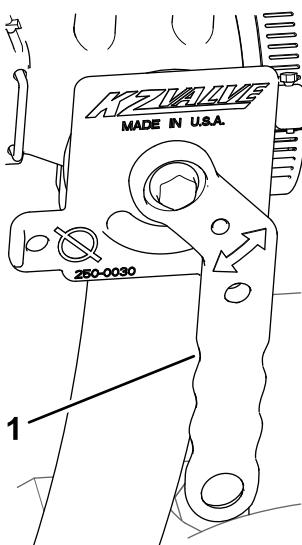

图 42
4. 将清洁加药器切断阀的手柄旋转至打开位置图 42。
5. 关闭清洁加药器切断阀请参阅 启动清洁加药器 \(页码 20\)的 图 42。